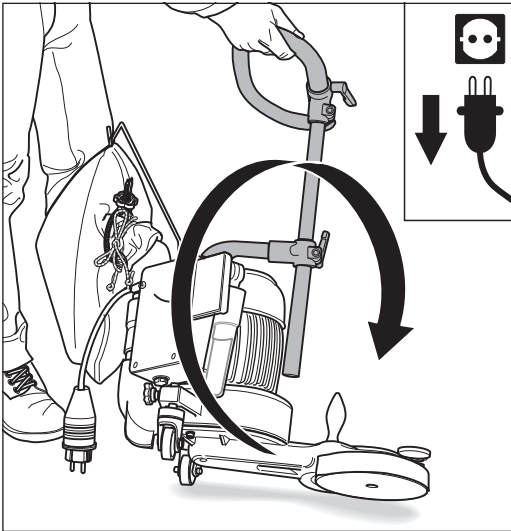

Abb. 60 Die UNICO auf die **linke** Seite kippen und vorsichtig auf dem Boden ablegen.
- 2 Greifen Sie an den Haltebügel, kippen Sie die Maschine auf die **linke** Seite (Abb. 60) und legen Sie sie vorsichtig auf dem Boden ab.